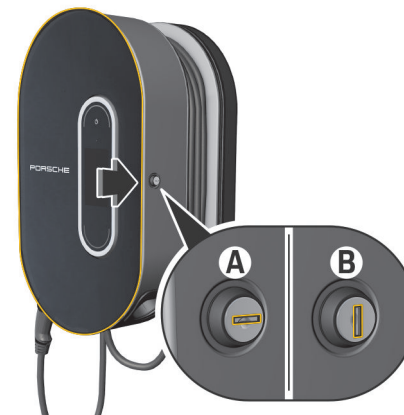

Bild 172 Laddningsdocka
- ▶ Vrid låset till läget **A** (Bild 172).
- ▶ Vrid låset till läget **B** (Bild 172).